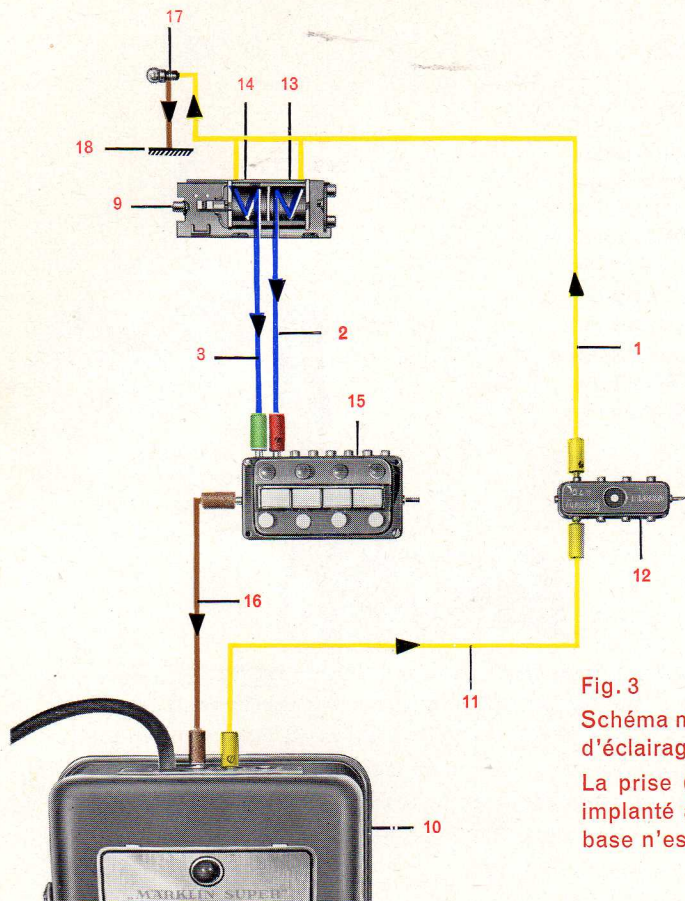

Fig. 3
L'aile du sémaphore peut prendre 2 positions finales; son mouvement est provoqué par le déplacement du noyau des bobines. La force magnétique à laquelle est soumis le noyau lorsque le courant passe dans l'une des bobines détermine la position du noyau et par suite la position de l'aile. La figure 3 de la page suivante montre schématiquement les connexions et le passage du courant lorsque le signal est commandé à partir d'un tableau. Les connexions du courant de traction ne sont pas portées sur cette figure. Le courant part de la prise jaune (éclairage) du transformateur (10) par un câble d'éclairage (11), traverse une boîte de dérivation 7069 (12), continue par le câble jaune (1) qui l'amène jusqu'au signal (bobines 13 et 14).